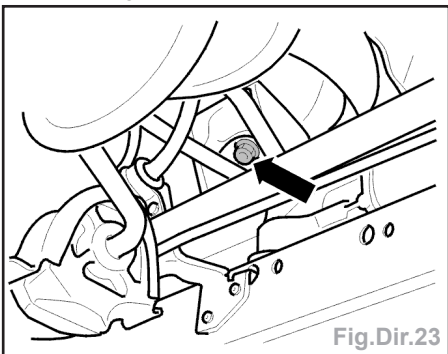

Fig.Dir.23
- Déposer la vis de suspension arrière du moteur (fig.Dir.23).